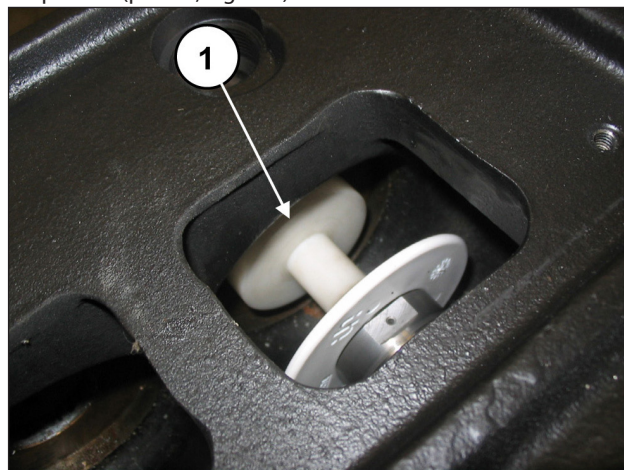

Fig. 134
Ruotare manualmente l'albero in modo da portare i tre pistoni progressivamente nella posizione di punto morto superiore e inserire l'attrezzo tampone cod. 27516600 tra il guida pistone e il pistone (pos. ①, Fig. 134).